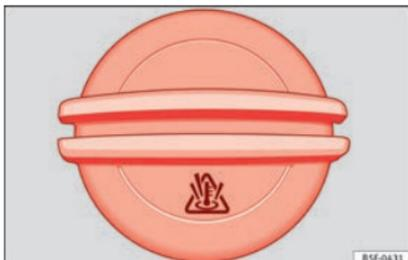

Abb. 171 Im Motorraum: Deckel des Kühlmittelausgleichsbehälters.
- Der Ausgleichsbehälter des Motorkühlmittels ist am Symbol auf dem Deckel erkennbar » Abb. 171.